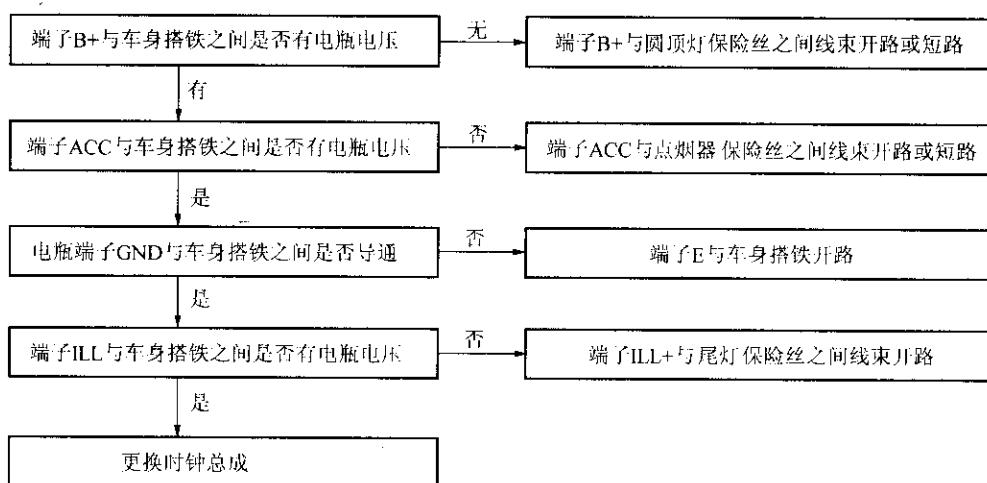

图 9-194 时钟（带副燃油表）不工作故障排除流程图
(1) 时钟不工作故障排除。
①检查电瓶电压是否为 10~16 V。如电压不符合规定, 更换电瓶。
②检查尾灯、圆顶灯及点烟器保险丝是否熔断。如各保险丝熔断, 更换保险丝, 并检查是否短路。
③按图 9-194 对时钟进行故障排除。